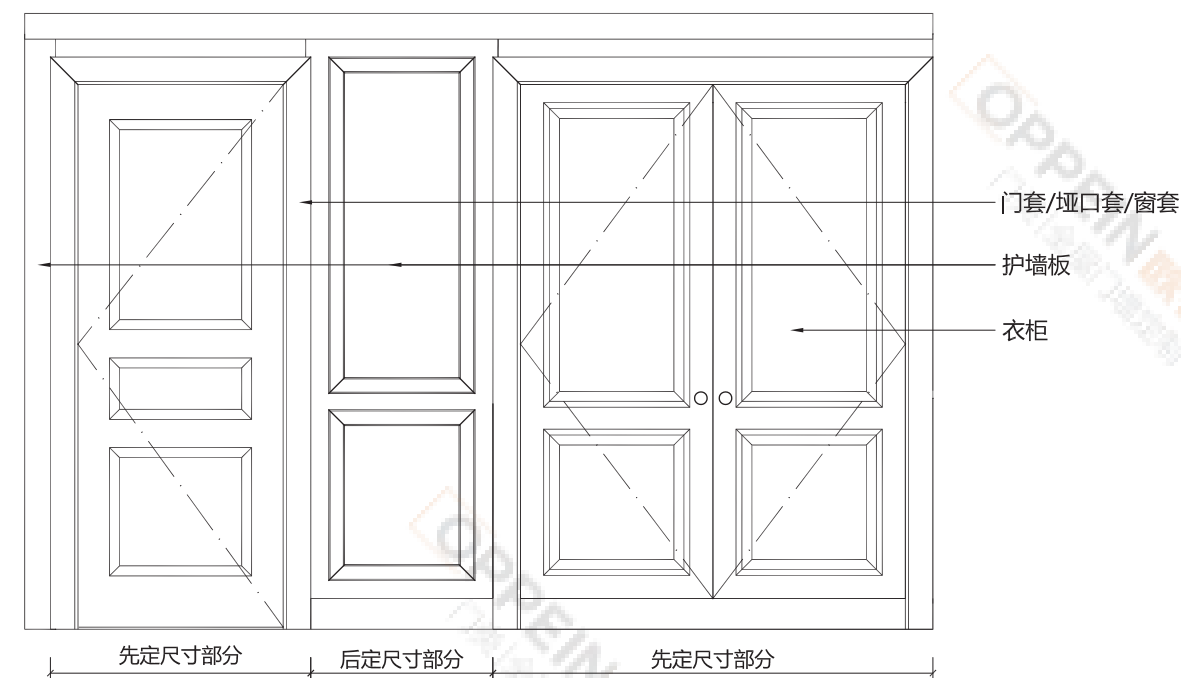

图3-2
(2) 宽度方向：
- a、先门窗后墙板原则。即先确定门套、垭口套、窗套、柜子等套线外径尺寸，再根据余下尺寸确定护墙板尺寸(图3-2)。